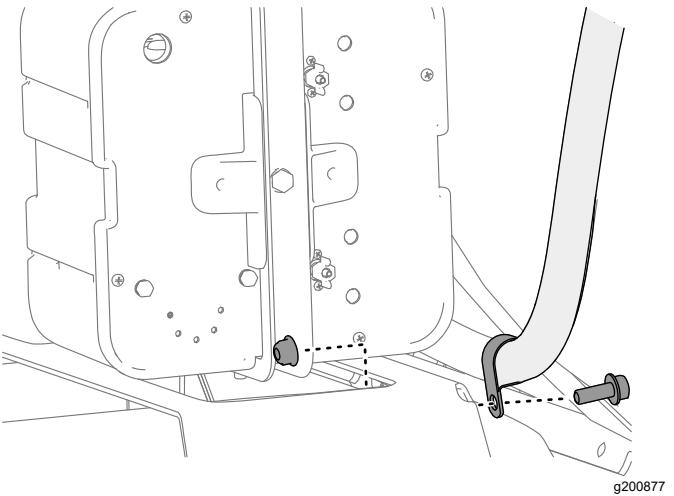

Figura 7
7. Si la máquina tiene instalada un kit de enjuague, sujeté la manguera del kit de enjuague con la abrazadera en R, según se muestra en Figura 7.